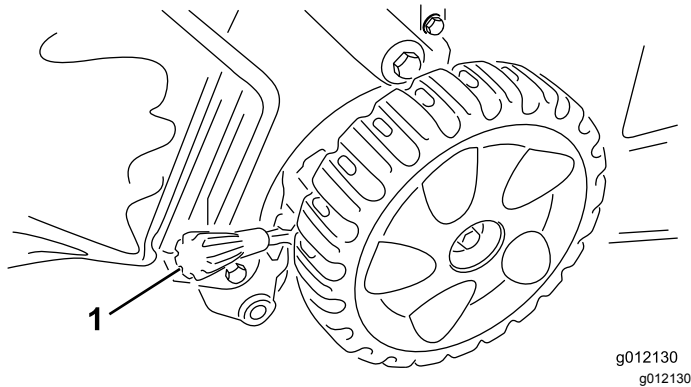

Figure 15
**Remarque:** Pour élever la machine, déplacez les deux leviers de hauteur de coupe en avant ; pour abaisser la machine, ramenez les leviers en arrière (Figure 15).